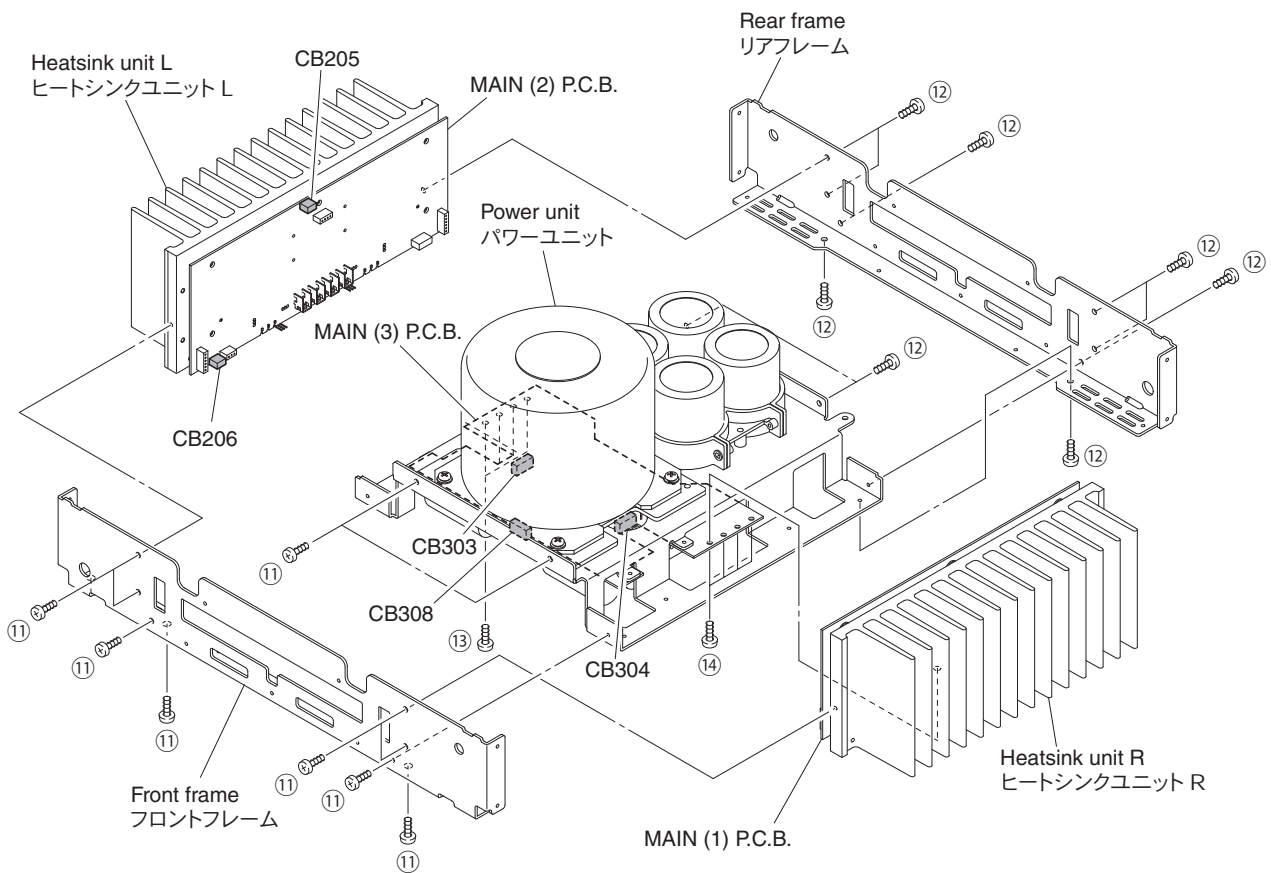

Fig. 9
- g. Remove 10 screws (⑪). (Fig. 9)
- h. Remove the front frame. (Fig. 9)
- i. Remove 10 screws (⑫). (Fig. 9)
- j. Remove the rear frame. (Fig. 9)
- k. Remove 4 screws (⑬). (Fig. 9)
- l. Remove CB205, CB206, CB304 and CB308. (Fig. 9)
- m. Remove the heatsink unit L together with the MAIN (2) P.C.B. (Fig. 9)
- n. Remove 4 screws (⑭). (Fig. 9)
- o. Remove CB303. (Fig. 9)
- p. Remove the heatsink unit R together with the MAIN (1) P.C.B. (Fig. 9)
- g. ⑪のネジ10本を外します。(Fig. 9)
- h. フロントフレームを外します。(Fig. 9)
- i. ⑫のネジ10本を外します。(Fig. 9)
- j. リアフレームを外します。(Fig. 9)
- k. ⑬のネジ4本を外します。(Fig. 9)
- l. CB205、CB206、CB304、CB308を外します。(Fig. 9)
- m. ヒートシンクユニットLとMAIN (2) P.C.B.を一緒に外します。(Fig. 9)
- n. ⑭のネジ4本を外します。(Fig. 9)
- o. CB303を外します。(Fig. 9)
- p. ヒートシンクユニットRとMAIN (1) P.C.B.を一緒に外します。(Fig. 9)